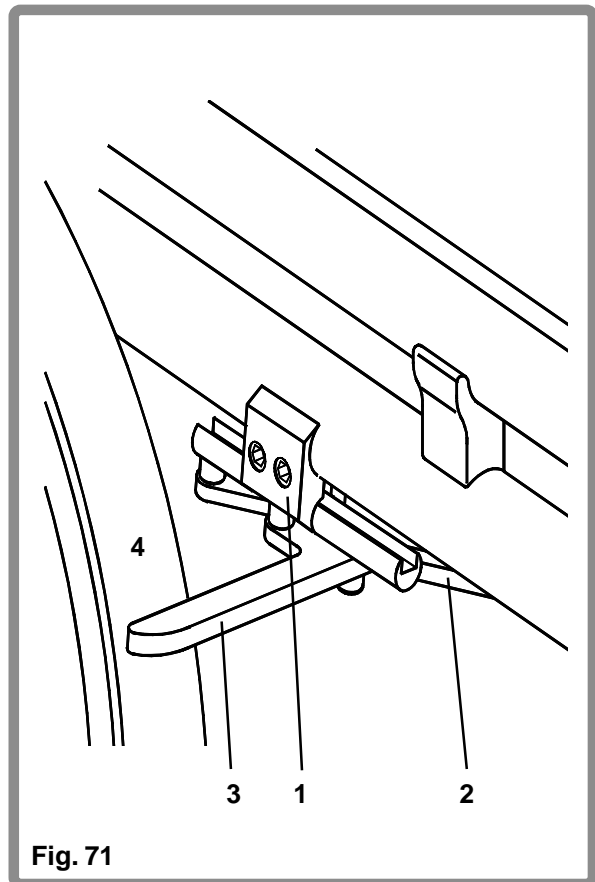

Fig. 71
De rem is gemonteerd op een klemsysteem (1) (zie Fig. 71). Voor het vergrendelen van de remmen duwt u de bedieningshendel (2) naar achteren totdat u ze over het middelpunt voelt gaan en voelt dat de rempen (3) in de band (4) vergrendelt.